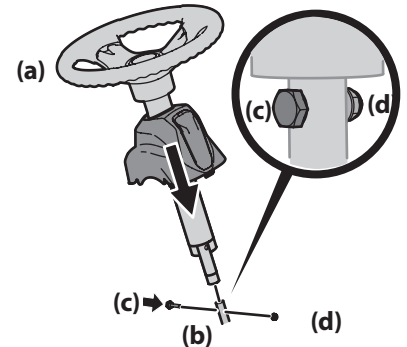

Figura 2-15
2. Extraiga el perno con reborde y la tuerca de seguridad del eje de la dirección y guárdelos para los pasos posteriores. Consulte la Figura 2-15.
4. Baje el conjunto del volante (a) sobre el eje inferior de la dirección (b) y sujételo mediante el perno con reborde (c) y la tuerca de seguridad (d) que extrajo previamente. Consulte la Figura 2-15.